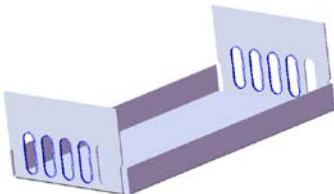
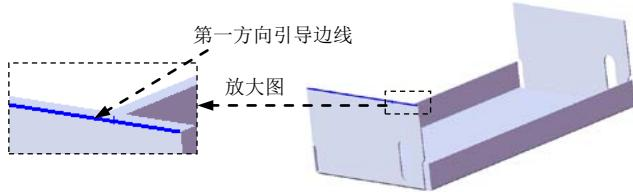

图 11.3.26 阵列（线性）1
图 11.3.27 选取阵列引导边线
Step9. 创建图 11.3.26 所示的阵列（线性）1。
(1) 选择下拉菜单 **插入(I)** → **阵列/镜向(E)** → **线性阵列(L)…** 命令，系统弹出“线性阵列”对话框。
(2) 定义阵列参数。
① 定义方向 1 的阵列引导边线。选择图 11.3.27 所示的边线为第一方向引导边线。